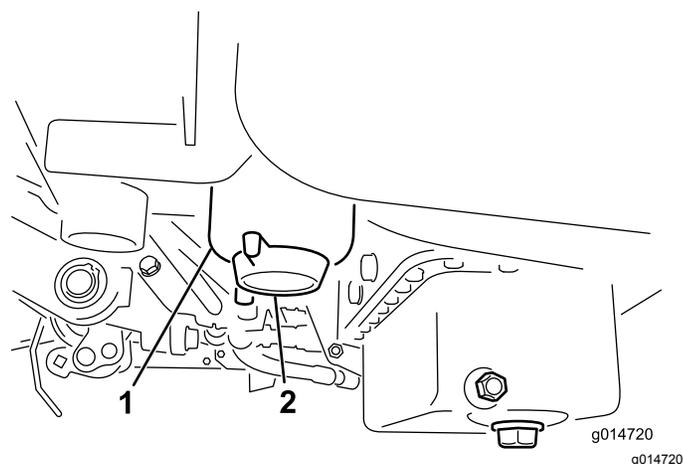

Figure 37
2. Nettoyez la surface autour des supports de la cartouche du filtre (Figure 37).
4. Ouvrez le robinet du filtre (Figure 37).